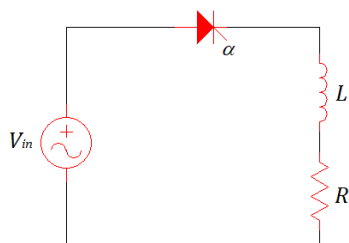

Figura 3
3. El rectificador de la figura 3 se alimenta con: $V_{in}=20(a+b)V\sin(120\pi t)$; $R=2(a+b+c)\Omega$; $L=45\text{mH}$; $\alpha = (4a+3c+8)^\circ$, determinar: a) los tiempos t_1 y t_e para la señal de entrada senoidal y definir las funciones de tensión y corriente de salida (dibújelas), b) las tensiones